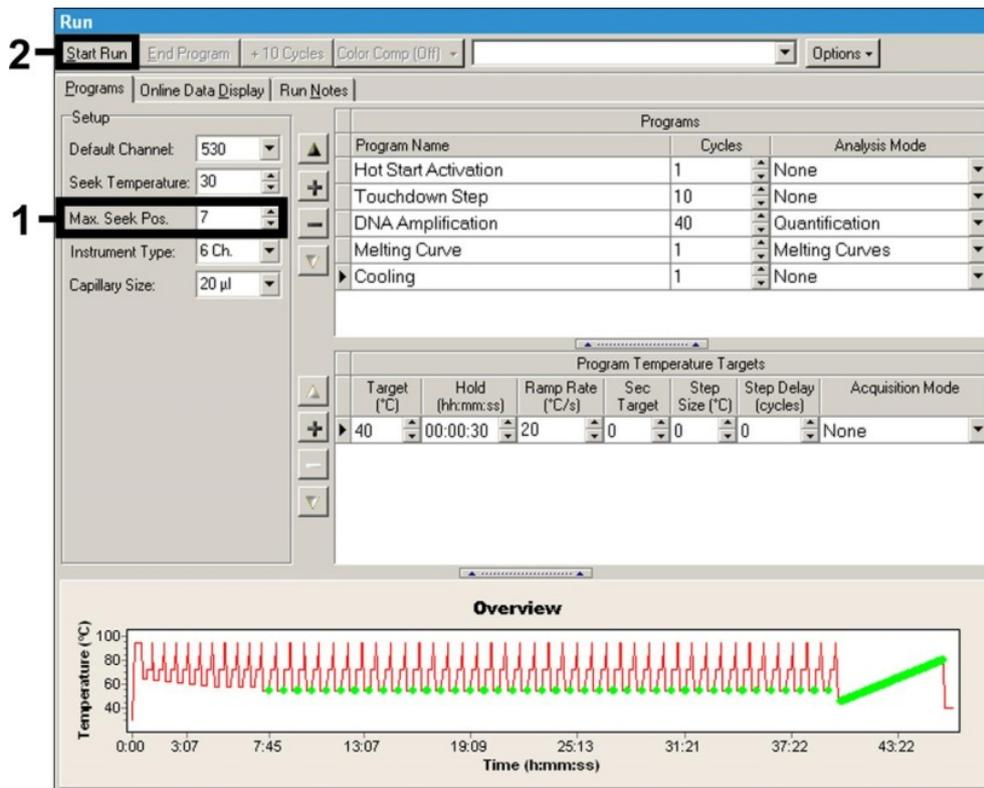

Figure 7. Démarrage du cycle de PCR.
2. **Important** : Dans un premier temps, saisir le nombre de capillaires préparés pour ce cycle de PCR (**Max. Seek Pos.** (Pos. de recherche max.), voir [1] dans Figure 7).
16. Pour démarrer le cycle de PCR, passer au champ **Run** (cycle) et activer la fonction **Start Run** (démarrer le cycle) (voir [2] sur la figure 7).